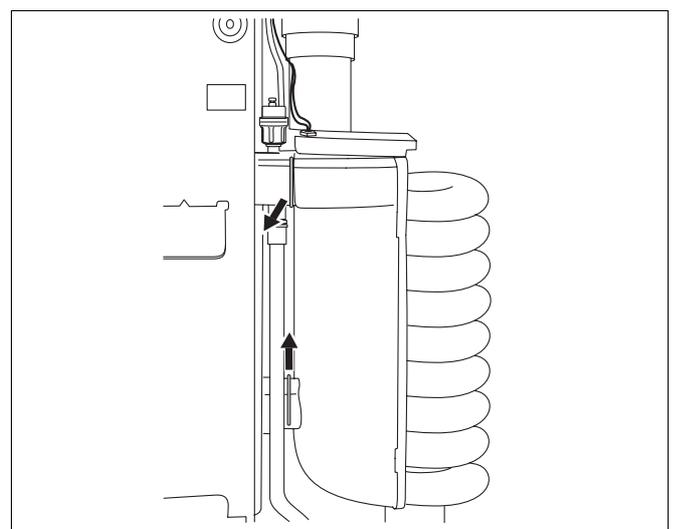

Fig. 41 Clavette de blocage
- Enlever la clavette de blocage de la conduite de départ et de retour (fig. 41) de l'échangeur de chaleur.